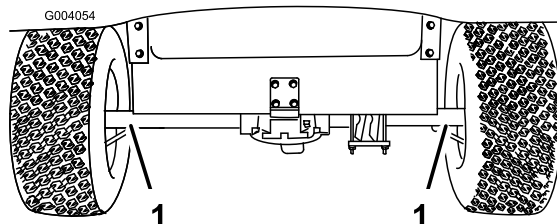
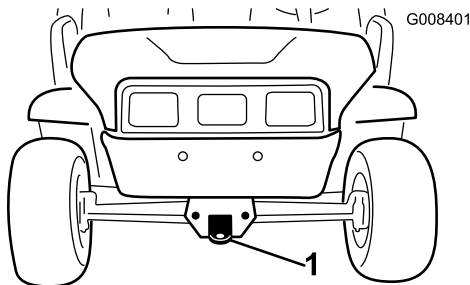

図 21
図 22
長距離を運ぶ場合にはトレーラを使用してください。必ず確実に固定して輸送してください。ロープがけのポイントについては図 21 と 図 22 を参照してください。
2. 前フレームのトングにロープなどの牽引索を取り付ける (図 22)。